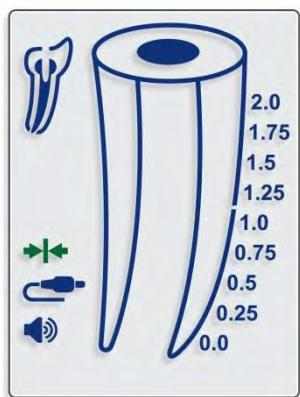

Fig. 3
- 7.3.2. Le symbole « Connexion » doit s'afficher sur la barre d'état de l'écran, indiquant ainsi la bonne connexion (fig. 3).